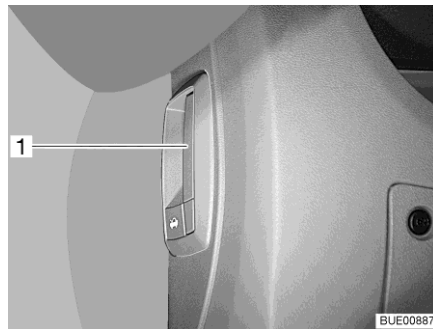

Fig. 50 Leva di sbloccaggio cofano motore (nel veicolo)
- Tirare la levetta (Fig. 50,1) situata sotto a sinistra o di lato accanto al cruscotto.